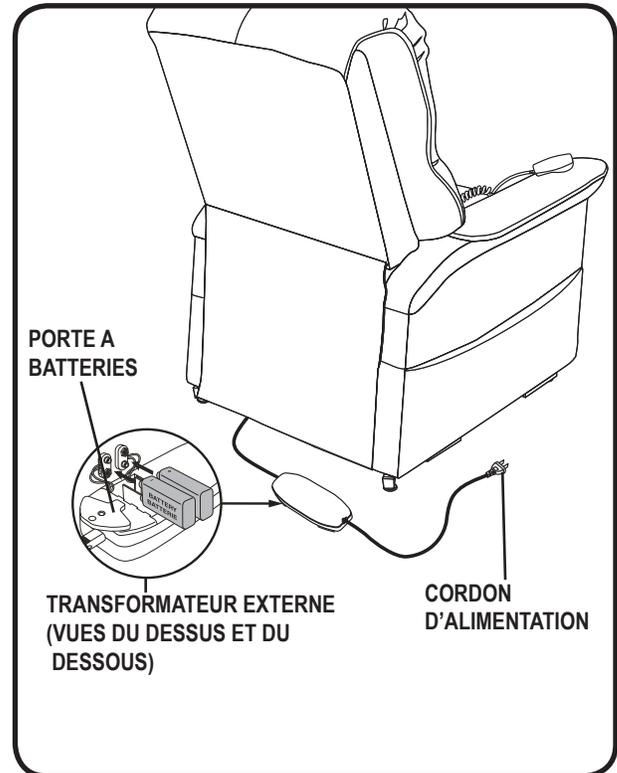

Figure 4.3 Emplacement des batteries sur fauteuil standard
3. Installez deux batteries 9V dans le transformateur externe (fig. 4.3).
**NOTE: Assurez-vous de toujours avoir deux batteries 9V neuves installées dans votre système d'urgence car le système ne recharge pas les batteries. Des batteries neuves sont des piles 9V de type alcaline qui sont remplacées après chaque utilisation du système d'urgence ou tous les six (6) mois si le système d'urgence n'a pas été sollicité. Pour de meilleures performances, des batteries lithium-ion 9V alcalines ou non-rechargeables à usage industriel ou industriel doivent être utilisées. Assurez-vous que la porte des piles marquée est remplacée après l'installation de nouvelles piles.**